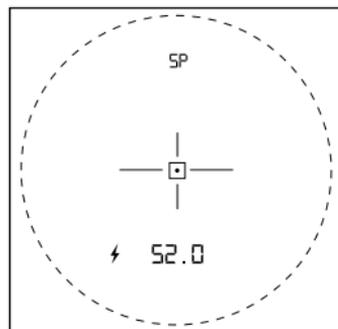

Fig. 5: SP-Modus (Geschwindigkeitsmessung).
1. Gerät einschalten und in den "SP"-Modus (Fig. 5) wechseln.